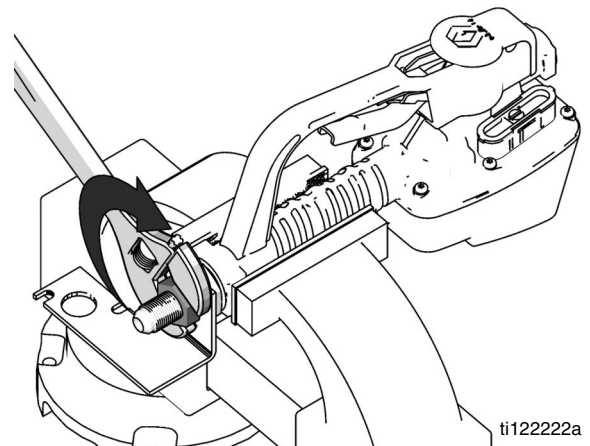

ABB. 9
- d. Setzen Sie den Zähler wieder in die Schraubzwinde. Ziehen Sie die Mutter (11) mit einem Schraubenschlüssel fest (ABB. 9).